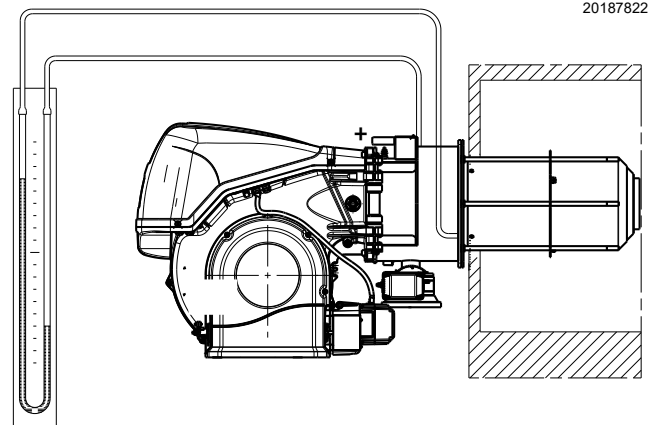

Fig. 29
- Montar un manómetro en U o un manómetro de tipo diferencial (Fig. 29), con toma (+) en la presión del gas del manguito y (-) en la cámara de combustión. Sirve para obtener, aproximadamente, la potencia MÁX. del quemador mediante las Fig. 23 y Fig. 24 en pág. 26.
Orientativamente puede obtenerse de las Fig. 23 y Fig. 24 en pág. 26, es suficiente leer la presión del gas en el manómetro en "U" (representado en la Fig. 29 en pág. 31) y seguir las indicaciones.